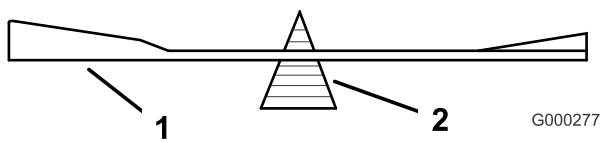

Figure 54
2. Vérifiez l'équilibre de la lame en la plaçant sur un équilibreur (Figure 54). Si la lame reste horizontale, elle est équilibrée et peut être utilisée. Si la lame est déséquilibrée, limez un peu l'extrémité de la partie incurvée seulement (Figure 52). Répétez la procédure jusqu'à ce que la lame soit équilibrée.